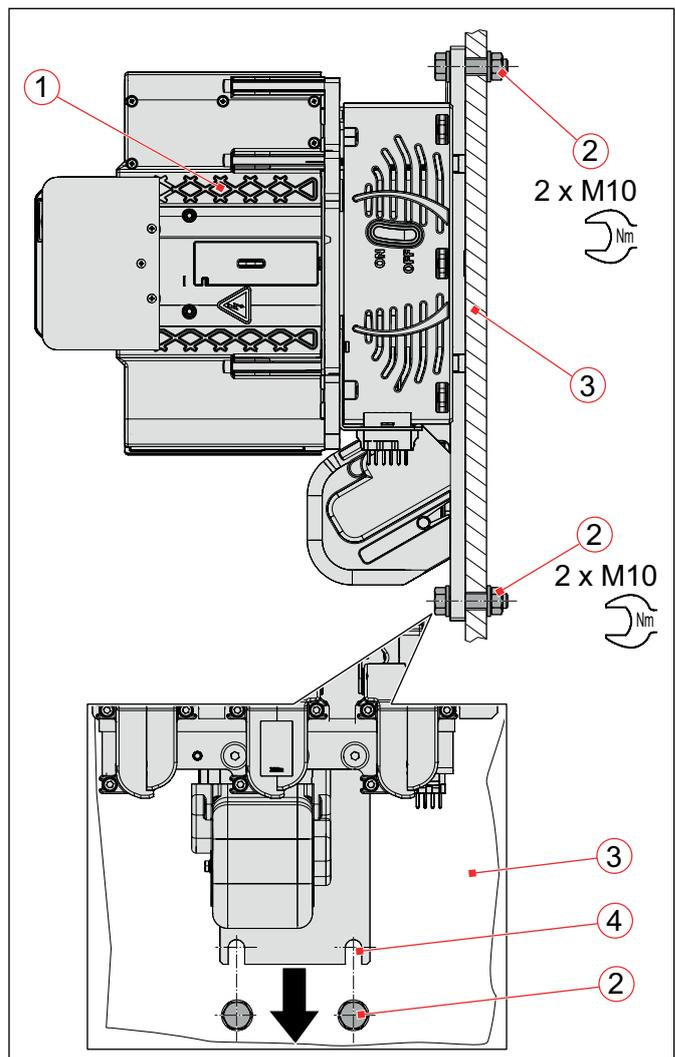

Abb. 11: CA 1315/CA 1330: Beispiel für Montage des Schützes auf Montageplatte bzw. Einbaurahmen
- ▶ Sicherstellen, dass die Auflagefläche an der Montageplatte (3) bzw. am Einbaurahmen sowie die Unterseite des Schützes frei von Schmutz und anderen Verunreinigungen (z. B. Metallspänen) sind.
- ▶ Das Schütz (1) auf die mit den Montagebohrungen versehene Montageplatte (3) bzw. den Einbaurahmen aufsetzen.
- Bei Ausführungen mit Schlitzbohrungen (*Abb. 11* (4)) und senkrechter Einbaulage zuerst die unteren beiden Schrauben (2) inkl. Scheiben in die Montageplatte (3) bzw. den Einbaurahmen etwas eindrehen und das Schütz mit den Schlitzbohrungen (4) vorsichtig auf die beiden Schrauben (2) gleiten lassen.
- ▶ Das Schütz (1) an der Bodenplatte mit den Montageschrauben (2) an der Montageplatte (3) bzw. am Einbaurahmen festschrauben.
- ▶ Anschließend die Montageschrauben (2) mit einem Drehmoment, abhängig von der Festigkeitsklasse (min. 8.8) der verwendeten Schrauben/Muttern, festziehen.